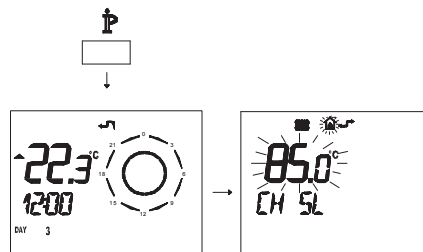

Figura 5.34
- Pulse durante más de 3 segundos el botón P para entrar en la modalidad *INFO* (Figura 5.34).